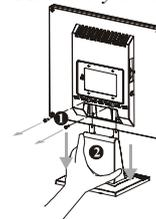

Figura 1-3
1. Desatornille los tornillos del soporte ①
2. Quite el sostén del monitor LCD ②
- (Refiérese a la Figura 1-3)
Antes de instalar el dispositivo de montaje, favor consultar la Figura 1-3.